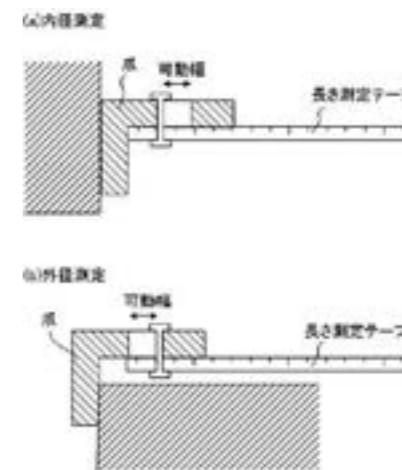

図1 コンベックスのゼロ点補正機構
(2)ゼロ点補正: 材料の外法と内法が正確に測定できるようにゼロ点補正のために、帯の先端のL型の金属が厚さ分だけ可動できるようにになっている(図1)。